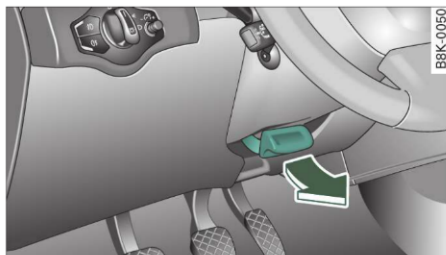

Fig. 93 Maneta de sub coloana volanului
- Apăsați maneta în sensul indicat de săgeată ⇒ fig. 93 ⇒ .